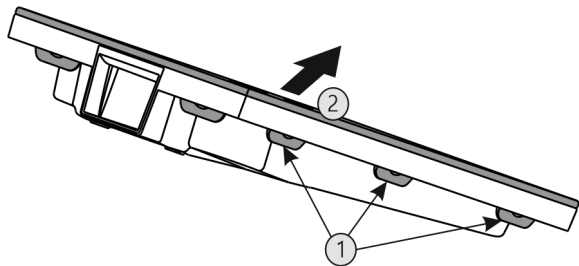

Fig. 53
- ▶ Alle lippen Fig. 53 (1) achtereenvolgens indrukken en de afdekking Fig. 53 (2) verwijderen.